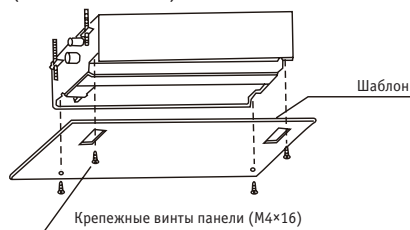

Рис. 5.8
2. После подъема и установки блока закрепите монтажный шаблон (№4 из комплекта) на корпусе устройства с помощью винтов M6×12 (№5 из комплекта). Предварительно проверьте размер и положение проема в потолке. См. рис. 5.8